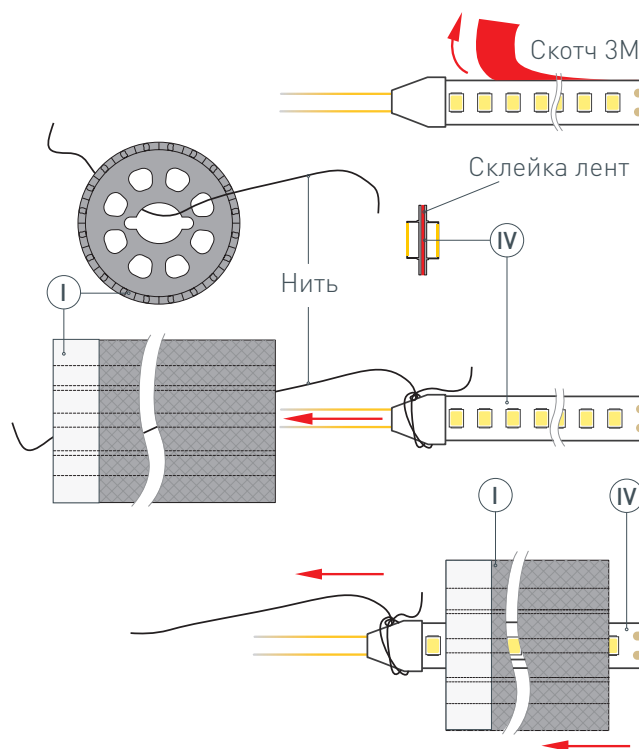

Рис. 1. Протяжка светодиодных лент (IV) в профиль (I), вид сверху
- 1 / ВАЖНО!** При необходимости разрезания профиля оберните место резки малярным скотчем, чтобы не допустить распускания оплетки. Закрепите подвесы (II) на поверхности и выведите наружу кабель от источника питания для светодиодной ленты. **ВАЖНО!** При создании из профиля фигуры с изгибами учитывайте, что длина используемой светодиодной ленты должна превышать длину профиля, необходимого для построения фигуры, — это поможет избежать заломов и отрыва кабелей питания ленты при сгибании профиля.
- 2 / ВАЖНО!** Не вытягивайте нить из профиля до монтажа светодиодной ленты в него! Установите* светодиодные ленты (IV) в профиль (I). Для этого необходимо снять защитный слой со скотчей на светодиодных лентах (IV) и склеить ленты тыльными сторонами, чтобы можно было протянуть через профиль. Затем привяжите нить (находится внутри профиля) с одной стороны профиля (I) к склеенным светодиодным лентам (IV), как показано на рис. 1. Чтобы втянуть ленты в профиль, сначала аккуратно поместите кабели питания светодиодных лент (IV) внутрь профиля (I), а затем, насколько это возможно, вставьте край светодиодных лент. Аккуратно потяните за нить с другой стороны профиля (I) и тем самым протяните** светодиодную ленту (IV) в профиль (I). Отвяжите нить от светодиодной ленты. **! ЗАМЕНА ЛЕНТЫ.** Если понадобится заменить уже установленные в профиле светодиодные ленты, то необходимо проделать те же действия: привяжите нить к светодиодным лентам с одной стороны профиля, аккуратно потяните ленту с другой стороны профиля. Таким образом, нить снова окажется внутри профиля, готовая для повторного использования.